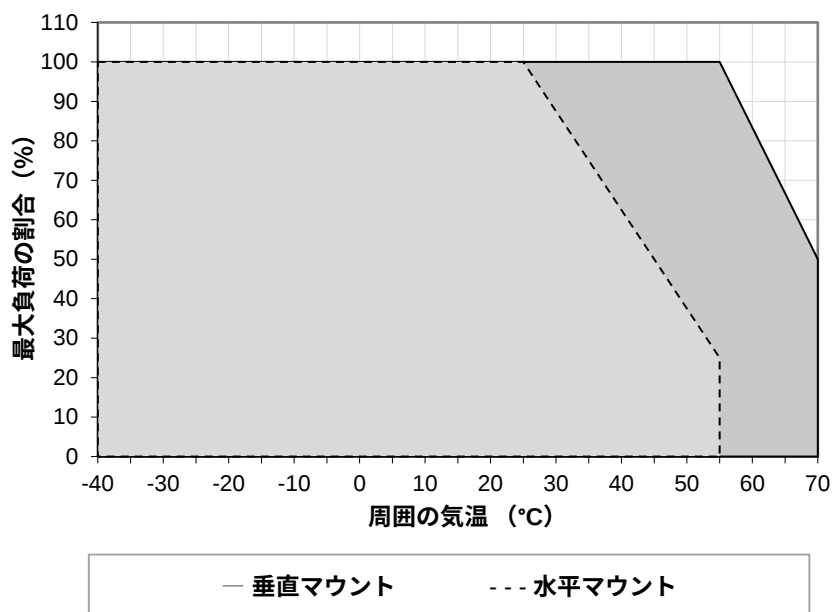

図 1 垂直マウント時のディレーティング
- 斜線エリア外で電源を継続的に使用すると、電源部品が劣化または損傷する可能性があります。図 1 のグラフを参照してください。